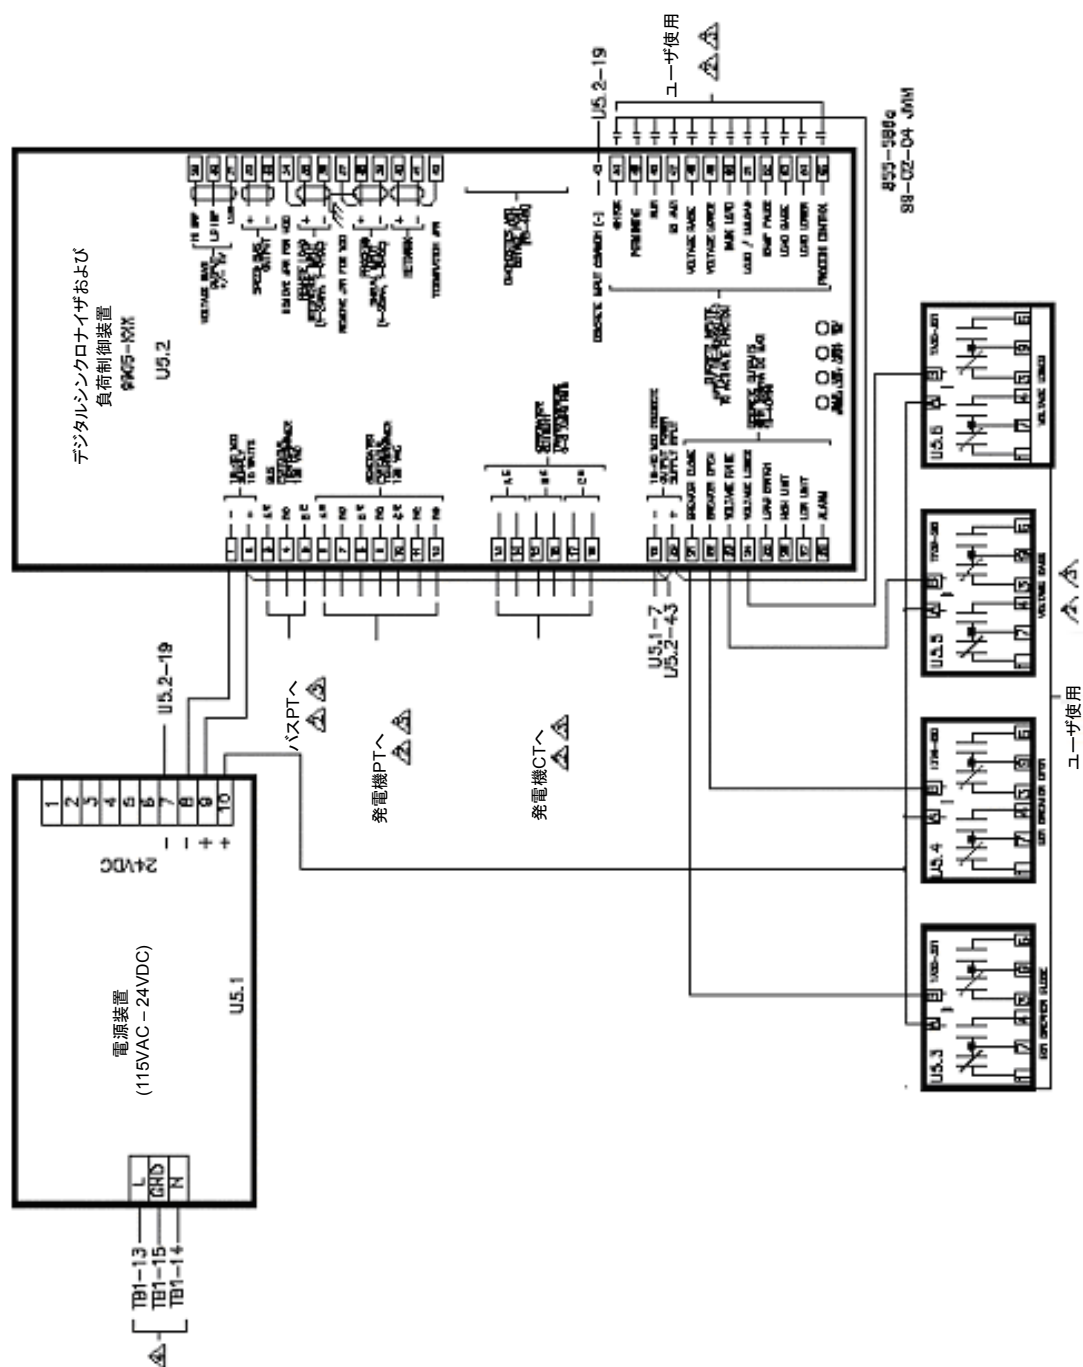

図 8-4. DSLC 制御装置
この機器は発電機用途のみで使用されます。DSLCTMはマイクロプロセッサを基礎とする発電機負荷分担制御装置で、Woodwardのスピード制御装置と自動電圧調整器とともに、三相交流発電機での使用を目的としています。DSLCTMは、シンクロナイザ、アイソクロナス負荷分担制御装置、デッドバスクロージングシステム、VAR/PF制御装置、プロセス制御装置を1つのパッケージに統合しています。DSLCTMは、位相整合周波数同期または滑り周波数同期を行い、ユニットの自動電圧調整器と結合して並列化前に電圧を合わせます。DSLCTMはスピードバイアス信号を介して制御システムと接続され、発電機の周波数と位相を制御します(図8-4参照)。
2. 適切なサイズ of 取付具に合わせてドリルで取付穴を開け、タップを立てます(図8-4参照)。